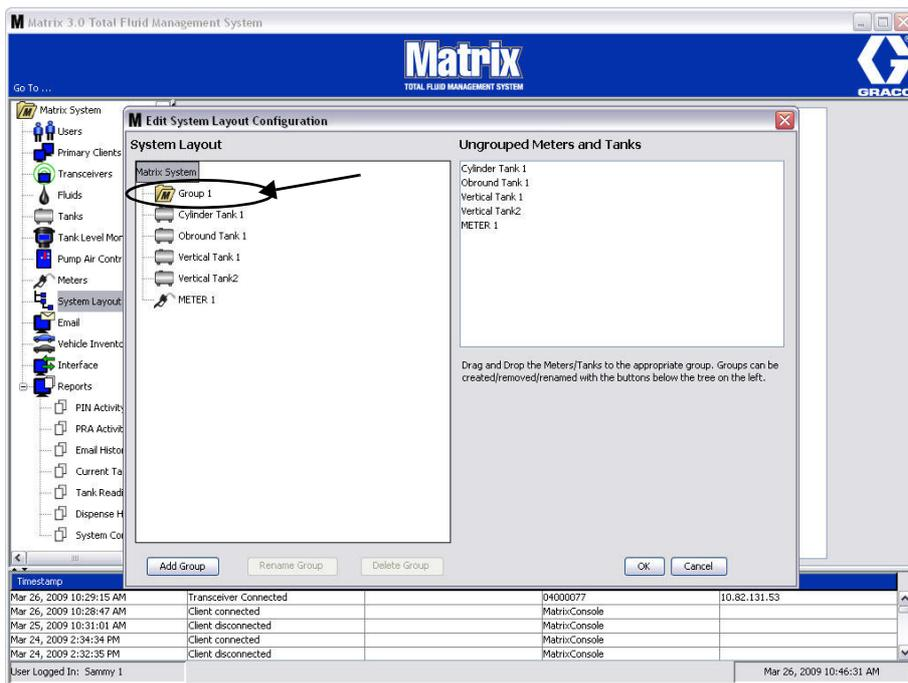

ABB. 127
6. Auf der Matrix-Systemseite des Fensters wird ein Ordner hinzugefügt, wie in ABB. 127 gezeigt.